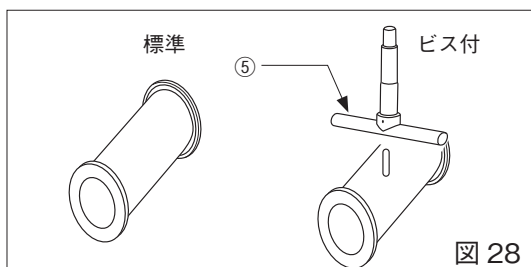

図 28
- ⑧ハンドルを回してバルブを全開にしてください。
- ①本体 A と②本体 B を固定している⑩ボルト・ナットを取り外し①本体 A、②本体 B、③ゴムスリーブに分解してください。⑩スプリングピンは、分解した①本体 A と②本体 B の組立時の位置合せに使用します。
- その他：③ゴムスリーブは仕様により標準（ビス無し）とビス付きの 2 種類の構造があります。ビス付きを分解する時は、結合している③ゴムスリーブと⑤クランプを取り外して分解してください。(図 28)